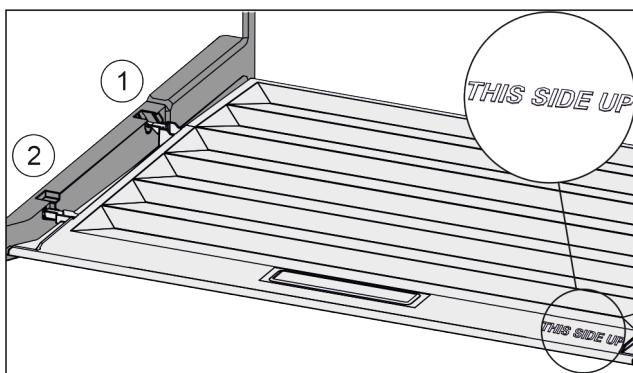

Fig. 116
- Пъхнете шийките на капака през отвора в задния държач Fig. 116 (1) и фиксирайте отпред в държача Fig. 116 (2).